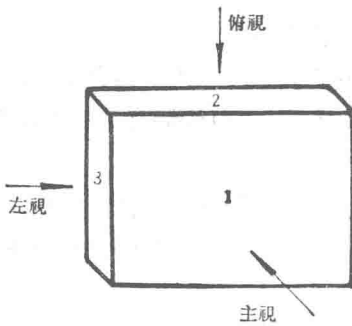

图1-25 三视图的方向
长方体有六个面，并都是长方形，相邻各面之间相互垂直。如图 1-25 是一长 35 毫米、宽 9 毫米、高 25 毫米的长方体。
(1) 首先选择三视图的观察方向。我们将平面 1 放成和正面平行，如图 1-25 所示。